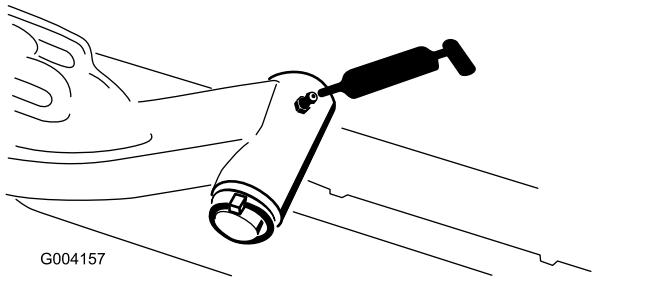

Рисунок 32
- Ось поворота подъемного рычага (по 1 шт.) — Рисунок 32